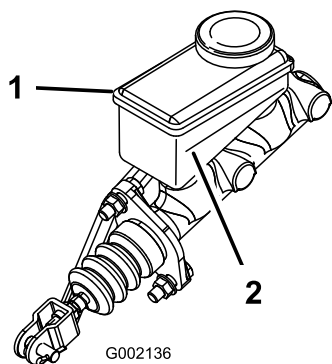

Figura 56
3. Uitați-vă la nivelul lichidului din partea laterală a rezervorului (Figura 56).
- B. Adăugai lichid de frână DOT 3 în rezervor până când nivelul ajunge peste linia de minim (Figura 56).